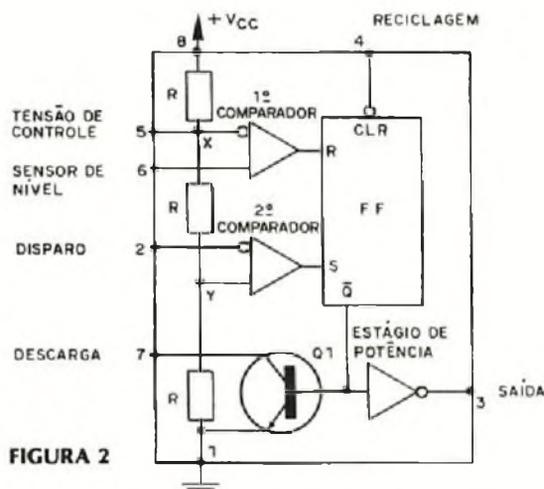
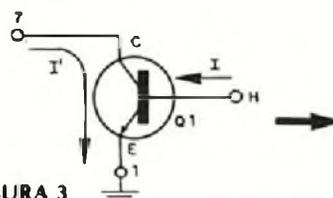

FIGURA 2
FIGURA 3
Internamente ele é constituído por três resistências de mesmo valor ôhmico, dois comparadores de tensão, um flip-flop (biestável), um amplificador inversor de potência e mais um transistor adicional que é comandado, através da base, pela saída do bi-estável. A figura 2 apresenta a estrutura interna do integrado assim como a identificação de seus pontos de acesso.
As três resistências R (ver figura 2) formam dois divisores de tensão resistivos de tal forma que o potencial do nós X e Y é respectivamente igual a $2/3$ de V_{cc} e $1/3$ de V_{cc} (lei de ohm) torna-se a referência para cada um dos comparados de tensão. O primeiro desses comparadores é sensível a tensões superiores a $2/3$ de V_{cc} aplicadas à sua entrada (entrada não inversora
- pino 6), o segundo comparador "sente" tensões de valor inferior a $1/3$ V_{cc} através de sua entrada inversora (pino 2 figura 2). Disto concluímos que os comparadores de tensão se fornecem sinais de disparo (quer de habilitação ou reciclagem) ao flip-flop quando as condições pertinentes a cada um desses comparadores seja atingida.
Estando o circuito em repouso, isto é, estando flip-flop reciclado, a sua saída \bar{Q} , como é de se esperar, assume um valor de tensão próximo ao de alimentação (V_{cc}), caracterizando o que denominamos de estado lógico alto, abreviadamente H (H de "high"); ora este nível de tensão aplicado à base do transistor Q1 o satura porque ele é do tipo NPN e com isso o pino 7 do CI (figura 2) é aterrado já que o transistor se comportará como praticamente um interruptor mecânico de contatos fechados (figura 3).
O estado lógico H da saída \bar{Q} do FF também é aplicado à entrada do estágio amplificador cuja finalidade é aumentar o poder de manipulação de corrente da saída do CI (pino 3 - figura 2); acontece que este estágio é um inversor, conseqüentemente na saída teremos a complementação do
Partindo da hipótese que o circuito (figura 2) esteja em repouso (saída em L) não adianta aplicar tensões superiores a $2/3$ de V_{cc} na entrada 'sensor de nível' pois mesmo ocorrendo um estímulo de saída no primeiro comparador, tal estímulo será ignorado pelo bi-estável o qual por hipótese, se encontra em 0 volts (nível lógico L).
Pois bem, apliquemos ao pino 2 do CI (figura 2) um nível de tensão inferior a $1/3$ de V_{cc} . Com isso o segundo comparador fornece um estímulo de saída enquanto esta condição de entrada perdurar e como esse estímulo é ministrado à entrada S do bi-estável ele se vê obrigado a comutar e assim permanecerá mesmo que a informação de entrada (pino 2) seja retirada.
É óbvio que o CI permanecerá nessa condição de repouso até que num novo estímulo adequado seja propiciado à sua entrada 'disparo' (figura 2).
Uma vez ativo, o integrado também poderá retornar à condição de repouso desde que seja aplicado o nível lógico L à entrada reciclagem e enquanto esta condição perdurar a saída do CI se situará em nível baixo independentemente dos sinais aplicados à outras entradas do integrado, podemos dizer, então, que esta entrada (pino 4 figura 2) tem prioridade em relação às demais entradas do componente.
O elevado valor de independência das entradas 'disparo' e o sensor de nível' respectivamente pinos 2 e 6 (figura 2), propiciam ao integrado as mais diversas formas